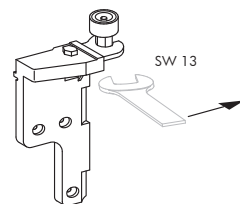

Рис.4 Ролик направляющий заведите в опорную пластину противоположной угловой опоры и зафиксируйте рожковым ключом SW 13 (крутящий момент 8,0 Nm).
- C Ролик направляющий TS (13) заведите в опорную пластину противоположной угловой опоры (10,19) и зафиксируйте рожковым ключом SW 13 (крутящий момент 8,0 Nm), см. рис.4.